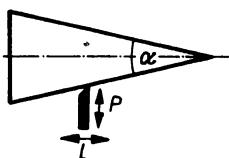

Bild 22
2.71 Auf einer programmgesteuerten Drehmaschine soll ein Kegel mit einem Öffnungswinkel von 20° gefertigt werden (Bild 22). 1. Ergänzen